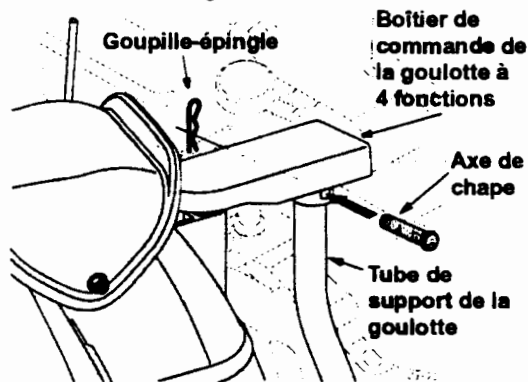

Figure 5
1. Dégagez la goupille-épingle de l'axe de chape sur le tube de support de la goulotte. Ne jetez pas la boulonnerie. Voir la Figure 5.
les trous du boîtier de commande et dans la tige de soutien de la goulotte. Maintenez en place avec la goupille-épingle. Voir la Figure 5.